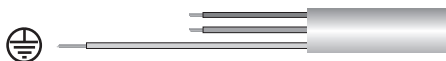

Fig. 1
1. Sollevare il pannello frontale, e rimuovere le viti di fissaggio (fig. 1). Togliere il coperchio della morsettieria.